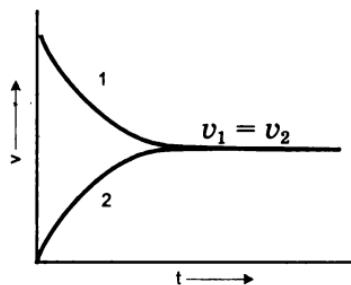

Рис. 26
Обратимые реакции идут не до конца, а до установления химического равновесия, которое для реакции (2) наступает тогда, когда в единицу времени образуется столько же молекул HI , сколько их распадается на молекулы H_2 и I_2 . Следовательно, *химическое равновесие* — это состояние системы, при котором скорость прямой реакции v_1 равна скорости обратной реакции v_2 (рис. 26).